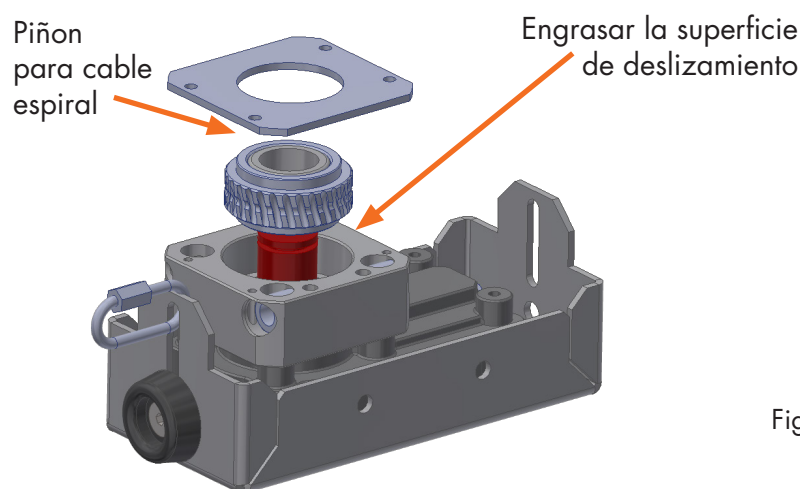

Fig. 31
7. Engrase solamente la superficie de deslizamiento del piñón libre en el piñón para cable espiral con vaselina (fig. 31). A este fin destense el cable un poco, desatornille la capa, saque el piñón para cable espiral y aplique la vaselina en el eje.